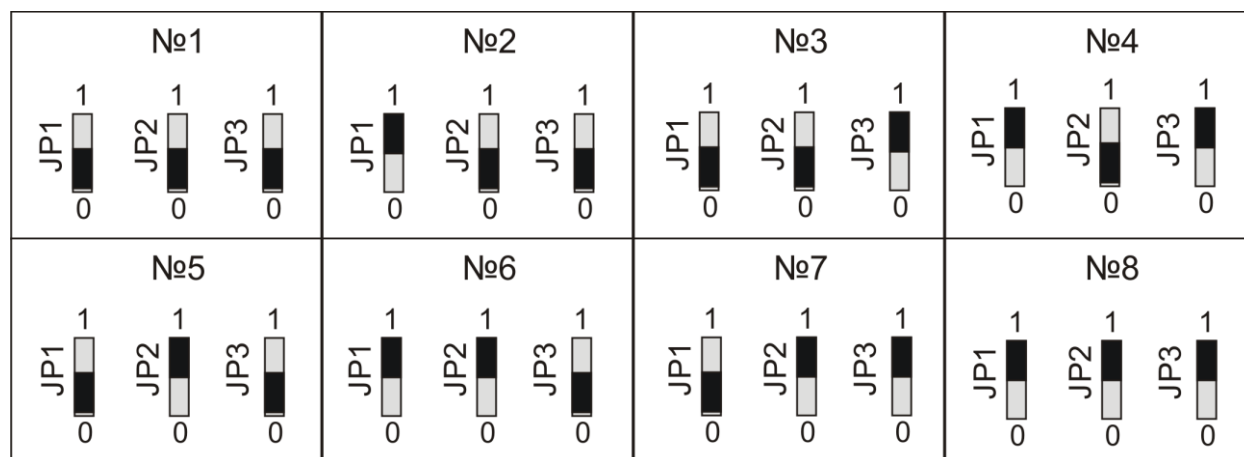

Рисунок 7.14 – Варіанти адрес МРЛ-8
- встановити адресу модуля перемичками JP1-JP3, у відповідності до рис. 7.14;